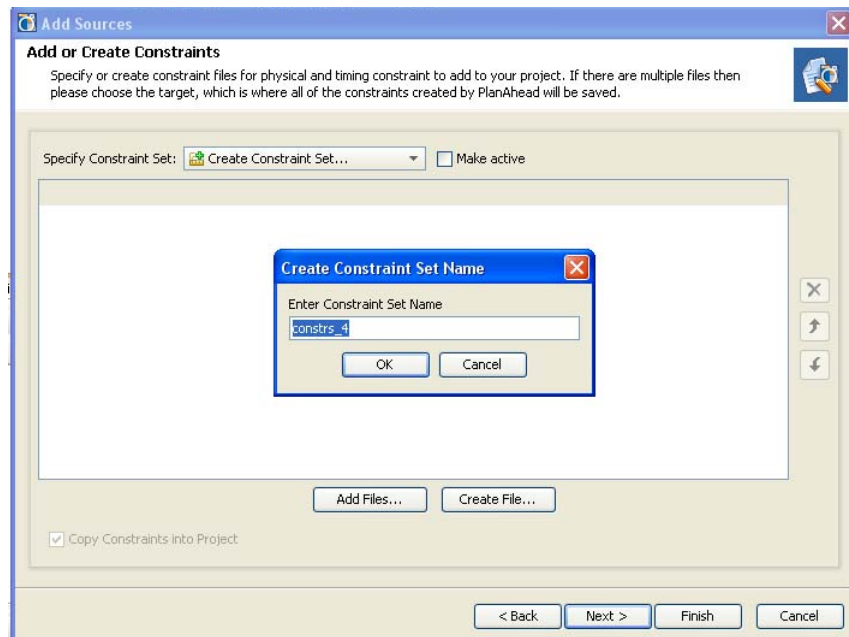

図 3-20 : [Create Constraint Set Name] ダイアログ ボックス
60 ページの図 3-20 に、Add Sources ウィザードの [Add or Create Constraints] ページで制約セットを作成する際に表示される [Create Constraint Set Name] ダイアログ ボックスを示します。
1. Add Sources ウィザードの [Add Constraints] ページで、[Specify Constraint Set] ドロップダウン リストから [Create Constraint Set] を選択します (図 3-20 を参照)。